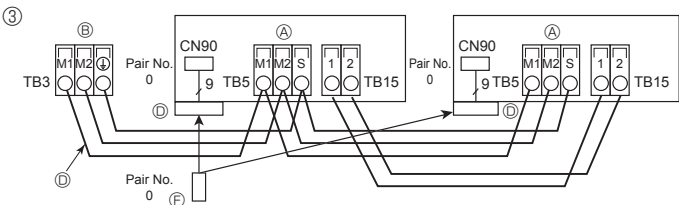

Fig. 6-5
- ③ Télécommande sans fil (lors de l'installation du récepteur de signal sans fil) (Fig. 6-5)
- ① Bloc de sortie du câble de transmission
- ② Récepteur de signal sans fil
- ③ Bloc de sortie du câble de transmission extérieur
- ④ Télécommande sans fil
- ⑤ M1(A), M2(B), S
- ⑥ Télécommande